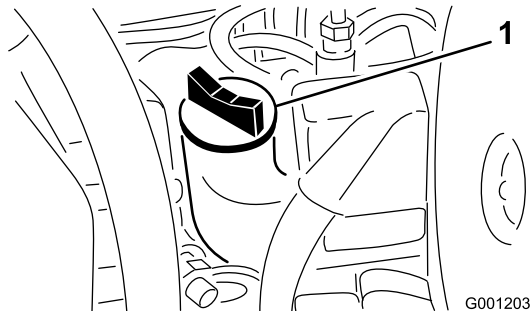

Figura 23
3. Se il livello dell'olio non raggiunge il segno di pieno, togliete il tappo di riempimento (Figura 23) e rabboccate con olio fino a portarlo al segno Full sull'asta di livello. **Non riempite troppo..**